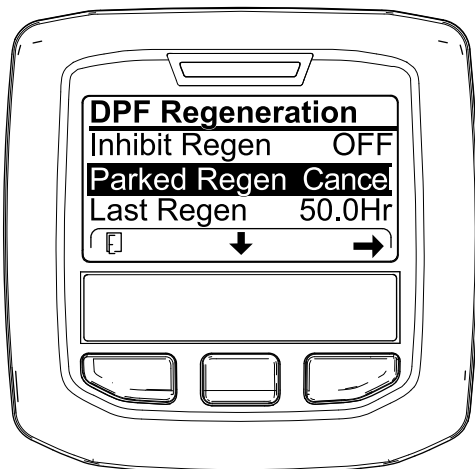
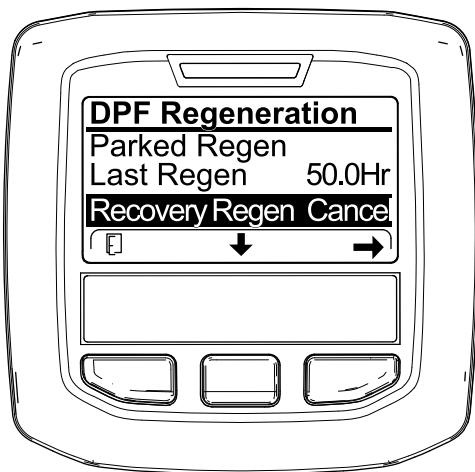

Figura 60
Figura 61
1. Acesse ao menu Regeneração do filtro de partículas de gásóleo (Figura 60).
2. Prima o botão central para ir até à opção CANCELAR REGENERAÇÃO EM ESTACIONAMENTO (Figura 60) ou CANCELAR REGENERAÇÃO DE RECUPERAÇÃO (Figura 61).
3. Pressione o botão direito para seleccionar a entrada Cancelar regeneração (Figura 60 ou Figura 61).